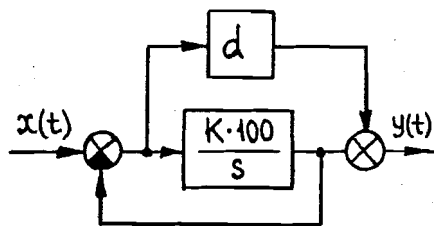
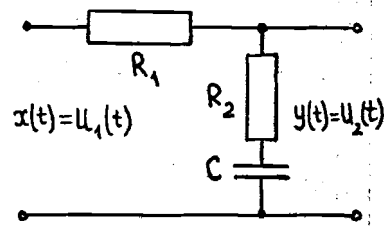

Рис. 17
Рис. 18
18. Определите передаточную функцию для структурной схемы, изображенной на рис. 17. Сравните выражение с передаточной функцией электрической цепи, изображенной на рис. 18.
19. Исследуйте моделированием переходные функции этой системы для $K = 1$ и $d = 0; 0,2; 0,5; 1,0$. Обратите внимание на поведение системы при $d = 1,0$. Объясните физический смысл коэффициента d на примере схемы рис. 18. Полученным переходным функциям поставьте в соответствие логарифмические амплитудные и фазовые частотные характеристики.
20. Пронаблюдайте переходные функции системы (рис. 17) при $d = 0,2$ для $K = 0,5; 1,0; 2,0; 5,0; 10,0$. Объясните полученные результаты.